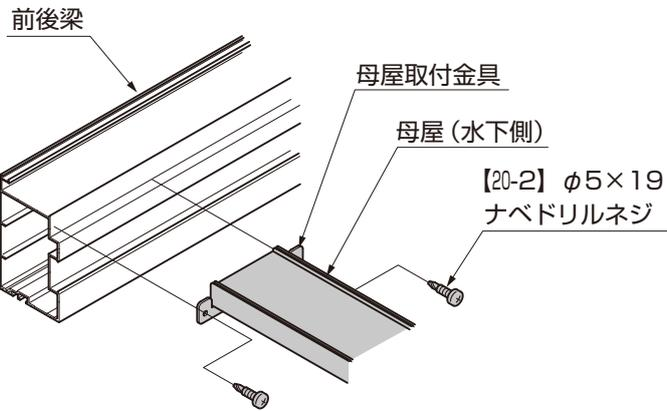

図13-4 母屋の取付け (水下側)
④母屋(水下側)も同様に母屋取付金具を、前後梁に【20-2】で取付けてください。(図13-4参照)